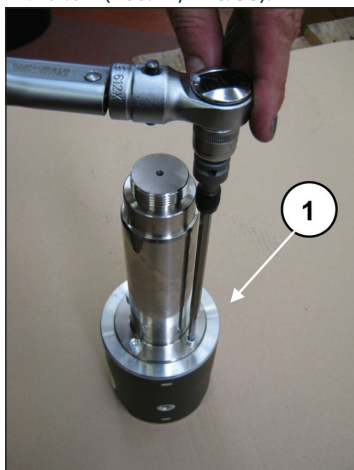

Рис. 38
Для того чтобы отделить шток от направляющей поршня, нужно открутить винты с цилиндрической головкой М6 специальным ключом (поз. ①, Рис. 38).